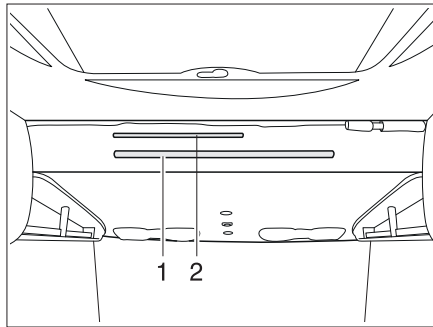

Bild 124 Hubbett manuell
- Den Griffhebel (Bild 124,2) nach unten ziehen, um das Hubbett zu entriegeln.
- Das Hubbett mit beiden Händen an der Griffstange (Bild 124,1) nach unten ziehen.
- Die Aufstiegsleiter mit den beiden Bügeln in die Griffstange (Bild 124,1) am Hubbett einhängen.